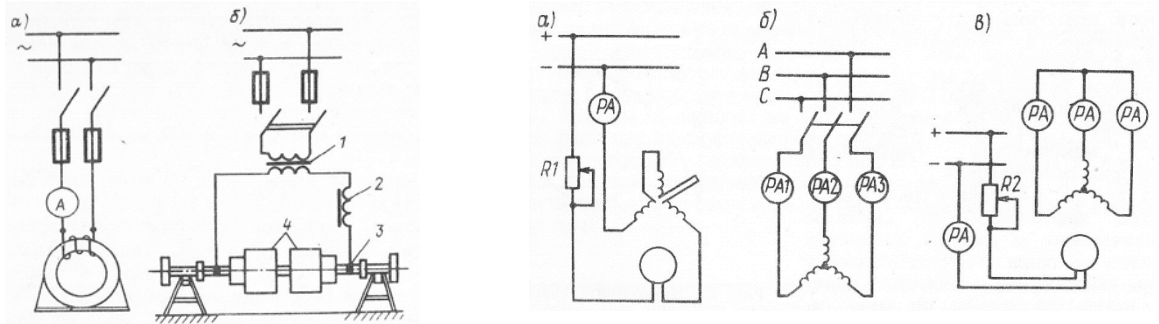

Рис. 2
3. Для машин постоянного и переменного тока объяснить способы сушки, используя предложенные схемы (рис.2) рассказать порядок проведения сушки электрических машин, возможный контроль за процессом сушки.